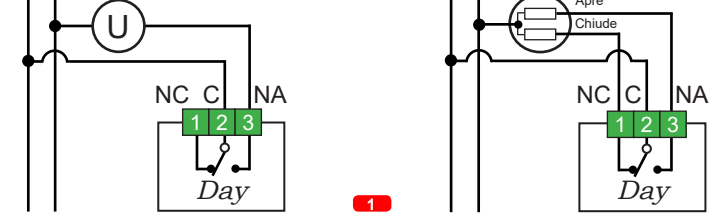

Fig. 2
- Fissare il "Cestello" nella "Scatola 503" con le apposite viti in dotazione (Fig.2).